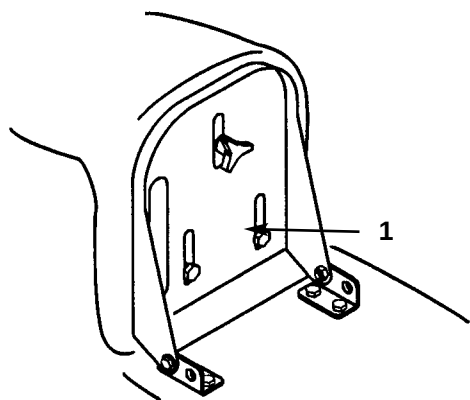

Fig. 3
1. Løft sædet og løs justeringsknappen (fig. 3).